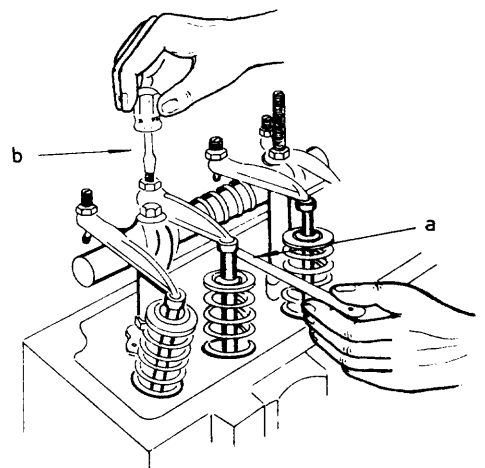

Fig. 2
- d Ajuste el tornillo regulador (fig. 2-b).